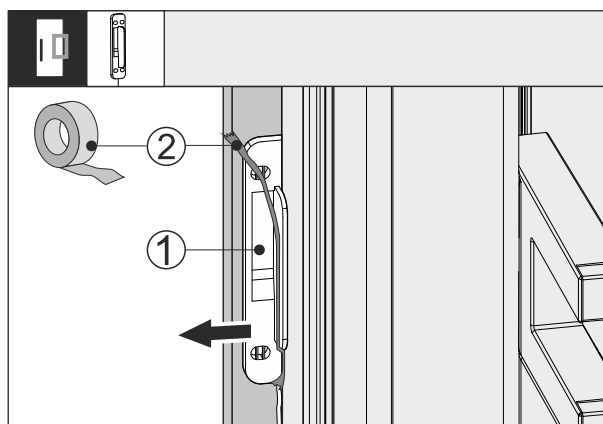

Fig. 63
- ▶ Uvolněte lepicí pásku Fig. 63 (2) na senzoru klepání Fig. 63 (1).